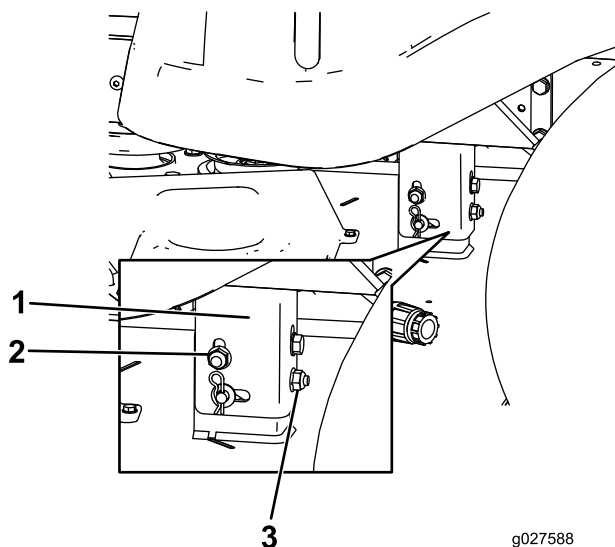

Bild 69
8. Drehen Sie die hintere Mutter, um die linke Seite des Mähwerks anzuheben oder abzusenken (Bild 69).
Hinweis: Drehen Sie die hintere Mutter nach rechts, um das Mähwerk anzuheben, oder nach links, um es abzusenken (Bild 69).